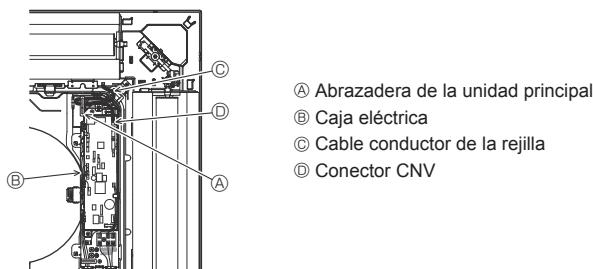

Fig. 6-8
6.4.4. Conexión de los cables (Fig. 6-8)